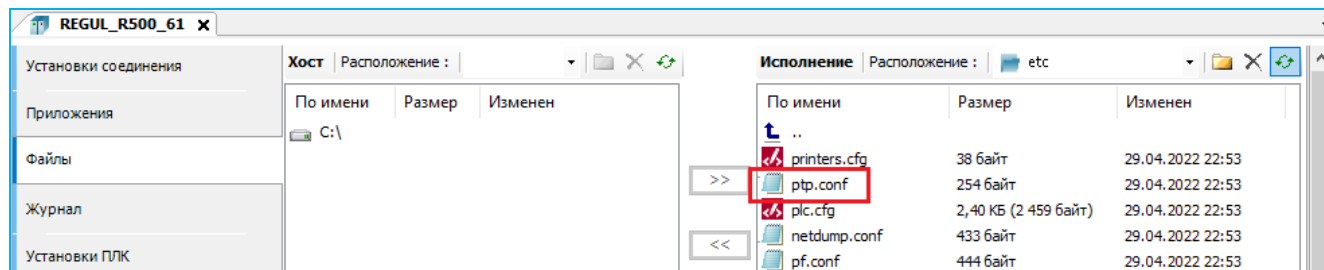

Рисунок 238 – Расположение конфигурационного файла ptp.conf
- на главной вкладке параметров устройства перейдите на вкладку **Файлы**. В области **Исполнение** нажмите кнопку  (**Обновить**). В окне отобразится дерево файлов, имеющихся на ЦП. Найдите папку **etc** (Рисунок 238);